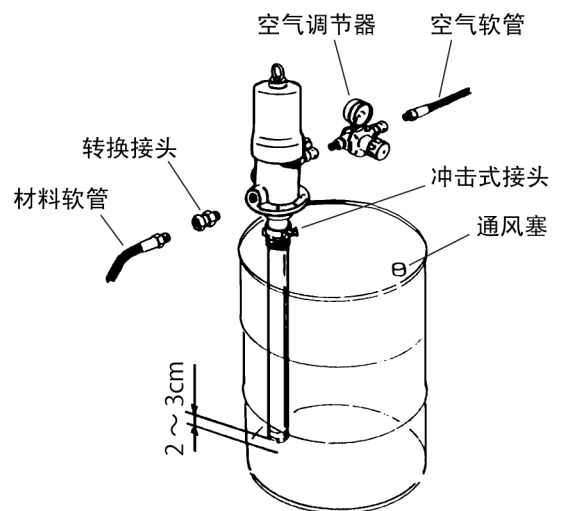

Fig. 1
- 2) 将泵插入冲击式接头。当泵的下端（底阀）接触到油桶的底部时，将泵升起 2 或 3 cm 以在泵的底阀和油桶底部之间留出间隙，并拧紧冲击式接头的蝶形螺钉以将泵固定。（Fig. 1）